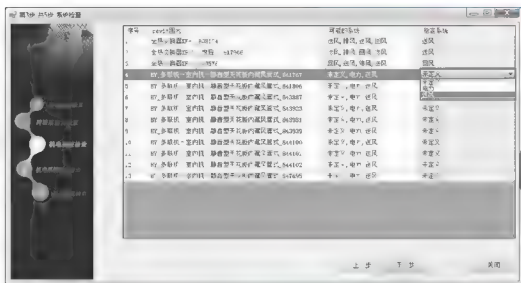

图 5.4 系统检查
(3) 系统检查：对于未定义的图元可为其指定系统（图 5.4）。